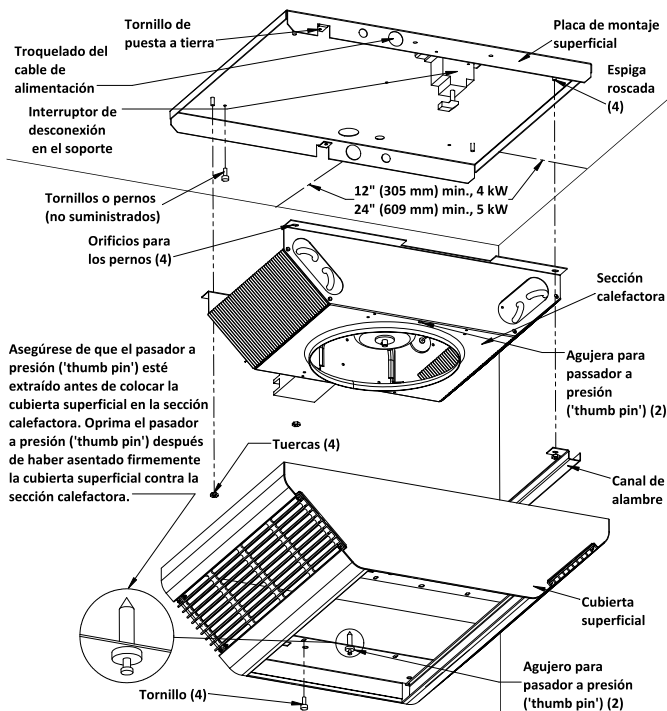

Figura 2
- Posicione la placa de montaje superficial contra el cielorraso y asegúrela con pernos o tornillos (Figura 2). Vea la Advertencia n.º 9. Conecte el cable de puesta a tierra al tornillo verde de tierra de la placa de montaje superficial.
- Posicione la sección calefactora sobre las espigas roscadas de la placa de montaje superficial (Figura 2).
- Empuje la sección del calefactor contra los pernos y coloque dos tuercas (incluidas) en los pernos para sujetar la mitad de la sección del calefactor opuesta a los cables enfundados a la placa de montaje en superficie. Empuje el cablecanal contra los pernos asegurándose de que los cables enfundados queden adentro del cablecanal y coloque dos tuercas (incluidas) en los pernos para sujetar el cablecanal y la otra mitad del calefactor a la placa de montaje en superficie. (Figura 2).
SI NO SE INSTALAN LAS CUATRO TUERCAS DE MONTAJE, EL CALEFACTOR PODRÍA CAER (VEA LA FIGURA 2).
NOTA: asegúrese de que el pasador a presión ('thumb pin') de cada extremo de la abertura de la rejilla de descarga esté extraído, para permitir que el cuerpo de estos pasadores encaje en los agujeros de la sección calefactora (Figura 2).
- Instale y apriete firmemente los cuatro tornillos (suministrados) para asegurar la cubierta superficial a la sección calefactora (Figura 2).
SI NO SE INSTALAN LOS CUATRO TORNILLOS, LA CUBIERTA SUPERFICIAL PODRÍA CAER (VEA LA FIGURA 2).